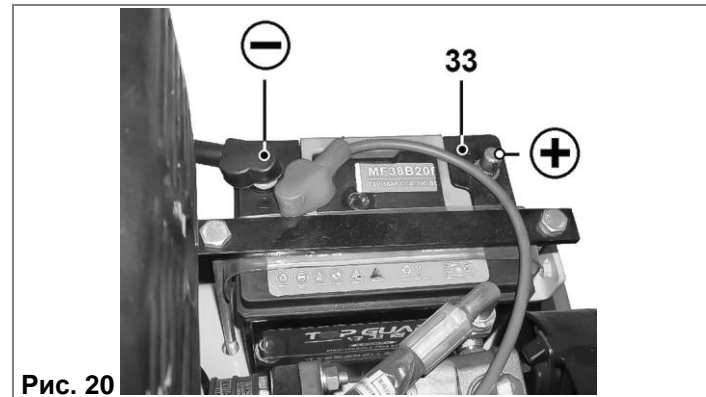
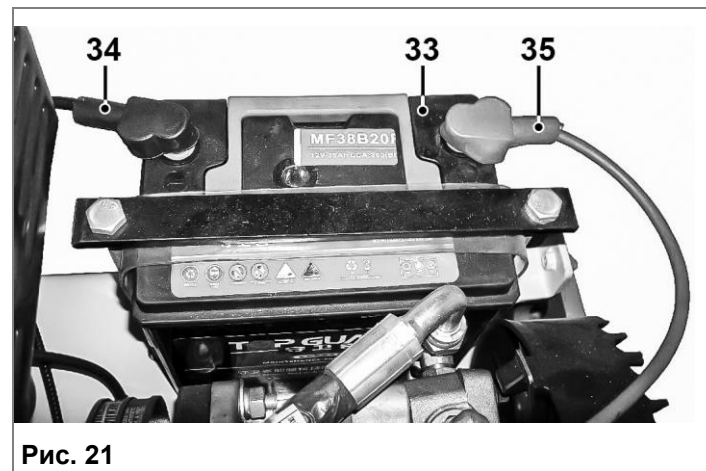

Рис. 20
Рис. 21
8.5.1. Во время транспортировки или длительного периода, когда каток не используется, клеммы на аккумуляторе (33) не подключены (Рис. 20). Подключите контакты «-» (34) и «+» (35), как показано на Рис. 21.